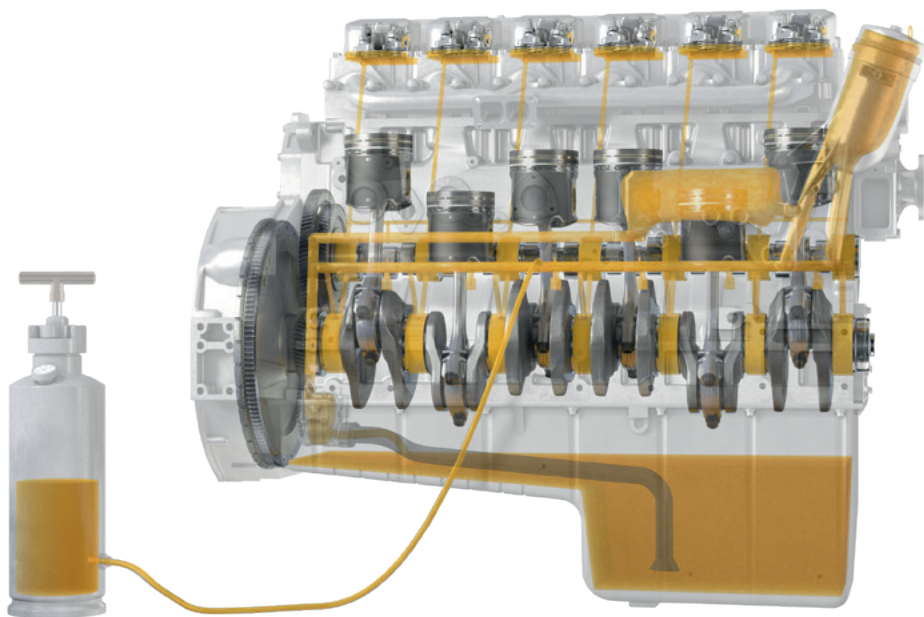

Abb. 1:
1. Unter Zuhilfenahme eines Druckbehälters wird das für den Motor vorgesehene Öl über einen Schraubanschluss am Öldrucksystem in den Motor gepumpt (Abb. 1 und 2). Als Anschlussstellen eignen sich die vom Motorenhersteller